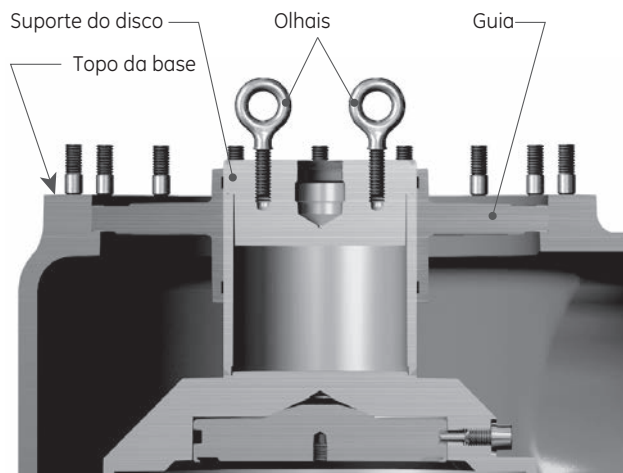

Figura 28: Ferramenta de remoção do suporte de disco (V & W)
Nas válvulas de orifício "V" e "W", rosqueie dois Olhais Padrão 5/8-11 NC na parte superior do Suporte do Disco, conforme mostrado na Figura 28. Levante e remova o Guia e o Suporte do Disco. Remova os Olhais do topo do Suporte do Disco.
- Comece inserindo pinos de tração nos furos do suporte do disco (Figura 28) com a parte cônica dos pinos trabalhando contra o topo do disco, como indicado. Veja a Figura 93 e Tabela 21 na seção Ferramentas para Manutenção e Consumíveis quanto ao tamanho do pino de tração.